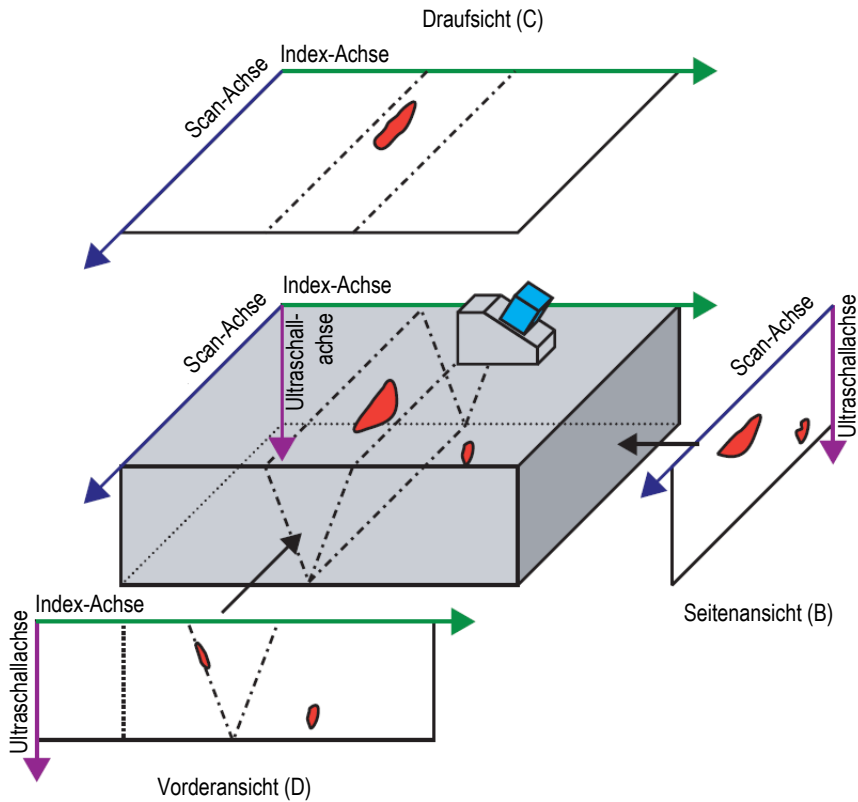

Abbildung 3-22 Ultraschallansichten (Draufsicht (C), Seitenansicht (B) und Vorderansicht (D)) mit Abstrahlwinkel von 90° (Beispiel)
Räumliche Ansichten sind farbkodierte Darstellungen von nacheinander folgenden A-Bildern, projiziert auf verschiedene Flächen, die durch die Ultraschall-, Scan- und Index-Achse definiert sind. Die wichtigsten Ansichten, die zweidimensionalen Projektionen in technischen Zeichnungen ähneln, werden in Abbildung 3-22 auf Seite 107 gezeigt.
Wenn in Abbildung 3-22 auf Seite 107 der Abstrahlwinkel 0° (oder 180°) beträgt, wird die Seitenansicht (B) zur Vorderansicht (D) und umgekehrt. Die Seitenansicht (B) wird durch die Achsen der Tiefe und der Sensorbewegung definiert. Die Vorderansicht (D) wird durch die Achsen der Tiefe und des elektronischen Scans definiert.